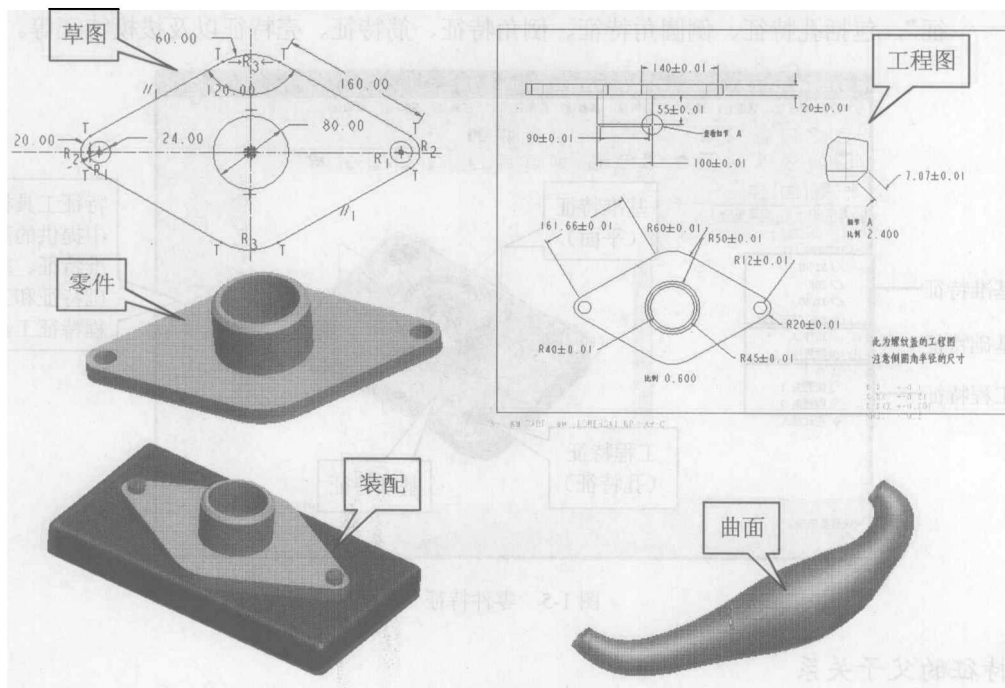

图 1-4 Pro/E 的主要功能模块示意图
- ❑ **草绘模块:** 用来创建和编辑二维草图。草图主要作为三维模型的截面、轨迹线和其他辅助线等, 是三维实体造型的基础, 如图 1-4 左上图所示。
- ❑ **零件建模模块:** Pro/E 中大部分的零件设计工作都是在该模块下进行的, 它允许用户基于特征进行实体建模, 通过直观的图形操作修改零件, 如图 1-4 左中图所示。
- ❑ **组件设计模块:** 使用该模块可进行零件装配、组件管理与分析等操作, 如图 1-4 左
- ❑ **详细绘图模块：**使用该模块可以创建和处理 3D 零件模型的工程图，可以将尺寸、注释等信息从 3D 模型直接输出到平面视图中，如图 1-4 右上图所示。
- ❑ **曲面模块：**使用该模块可以创建和编辑模型上的曲面和曲线，如图 1-4 右下图所示。